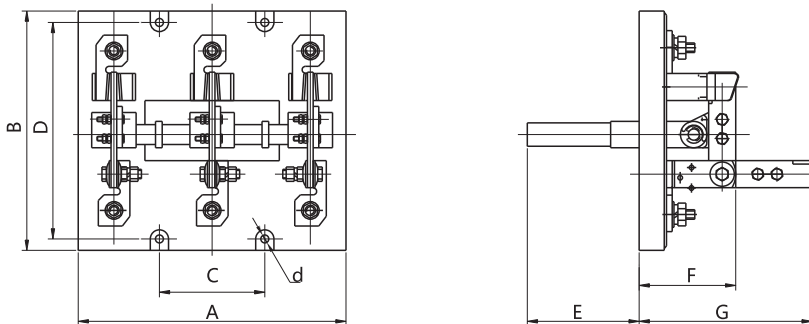

图1 HD13/3外形及安装图
6.1 HD13/3系列外形尺寸及安装尺寸见表2，相关图样见图1